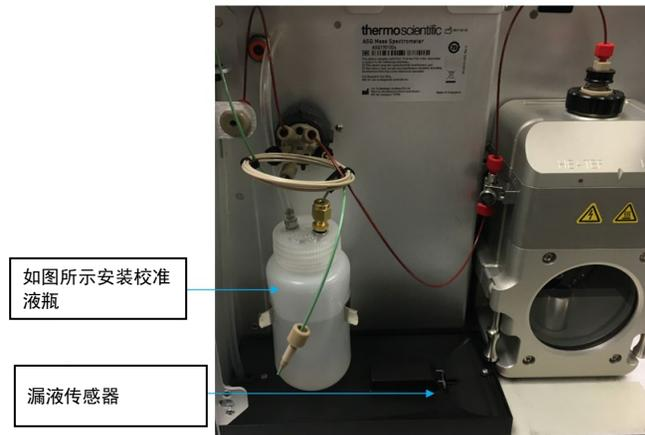

图 53：安装内部校准液的位置
- 2) 拧下一个有标签的校准液瓶并连接到仪器上的现有盖上，如图53所示。